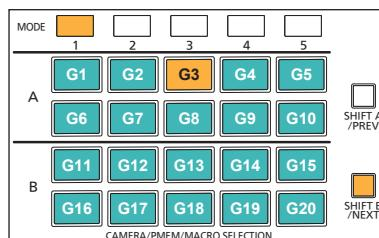

図2
2. G3 カメラグループを選択し、手を離したときにカメラグループが確定します。(図2)